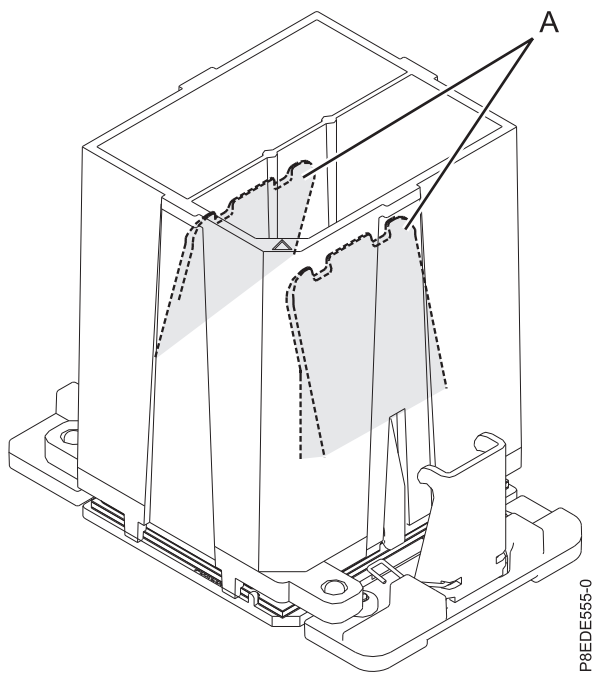

Figure 38. Retrait de l'outil du module processeur système
- c. Une fois que les trous et les broches de guidage de l'outil et du module processeur système sont correctement alignés, appuyez sur les deux pattes de déverrouillage de couleur bleue (**A**) et maintenez cette pression jusqu'à ce qu'une butée soit atteinte, comme illustré dans la figure 38, à la page 38. Ensuite, soulevez l'outil hors du module processeur système.